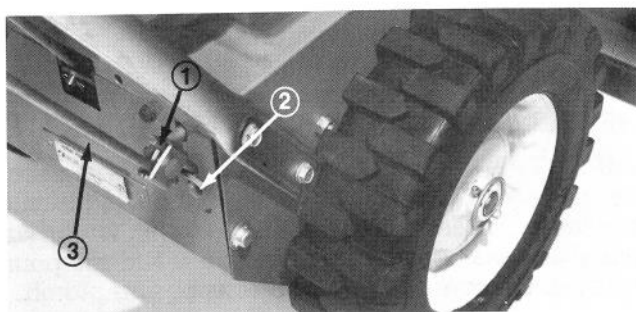

Figure 6
2. Posez la bride de la tige de commande de tarière sur les tiges de tarière inférieure et supérieure. Serrez le boulon de carrossier et l'écrou de blocage (Fig. 6). Maintenez la distance de 6-1/2 pouces (16.5 cm).
Remarque: Assurez-vous que la tige inférieure soit au-dessus de la tige supérieure avant de serrer l'écrou de blocage (Fig. 6).